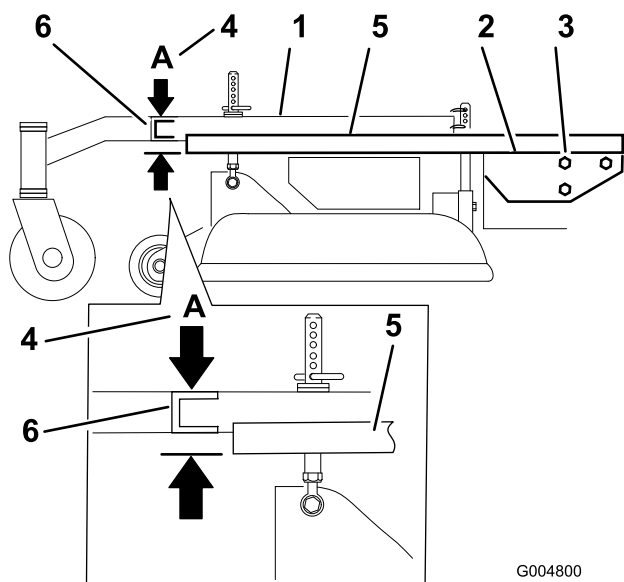

Figure 64
3. Placez une longue planche, ou autre objet similaire parfaitement droit en haut du plancher moteur, comme illustré à la Figure 64.
4. Au niveau du tube transversal du bâti porteur, mesurez la hauteur au point **A** (Figure 64). Elle doit être égale à 33 mm (1-5/16") \pm 6 mm (1/4").
6. Desserrez les boulons de montage du bâti porteur de chaque côté de la machine (Figure 64).
7. Alignez le bâti porteur et le plancher moteur à la même hauteur qu'au point **A**, c.-à-d. 33 mm (1-5/16") \pm 6 mm (1/4") (Figure 64).